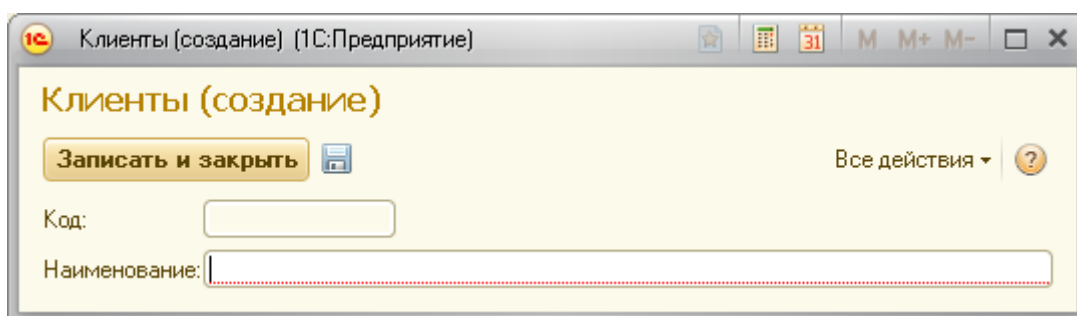

Рисунок 25 Проверка заполнения наименования
- Откройте двойным щелчком левой кнопки мыши справочник **«Клиенты»**. На вкладке **«Данные»** нажмите кнопку **«Стандартные реквизиты»**, сделайте двойной щелчок по реквизиту **«Наименование»**, справа в свойстве **«Проверка заполнения»** выберите **«Выдавать ошибку»**. При наличии такого свойства при работе в режиме «1С:Предприятия» реквизит окажется обязательным для заполнения и будет выделяться красным подчеркиванием (рис. 25).